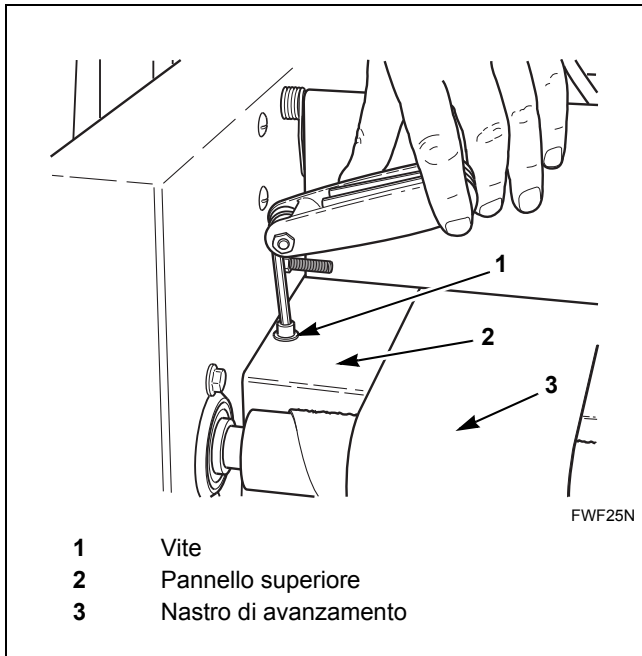

Figura 26
5. Rimuovere la vite dal lato sinistro del pannello superiore (dietro il rullo di avanzamento). Consultare la *Figura 26*.